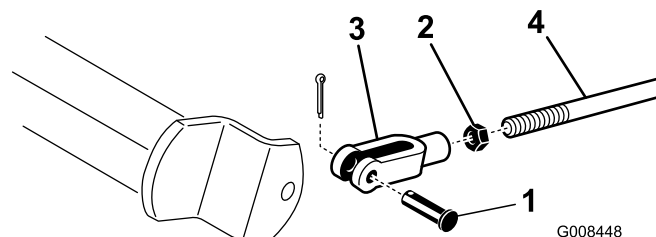

図 46
2. ブレーキが片効きであれば、コッターピンとクレビスピンを外して、ブレーキロッドを外す (図 46)。
3. ジャムナットをゆるめ、クレビスを調整する (図 46)。
4. クレビスをシャフトに取り付ける (図 46)。